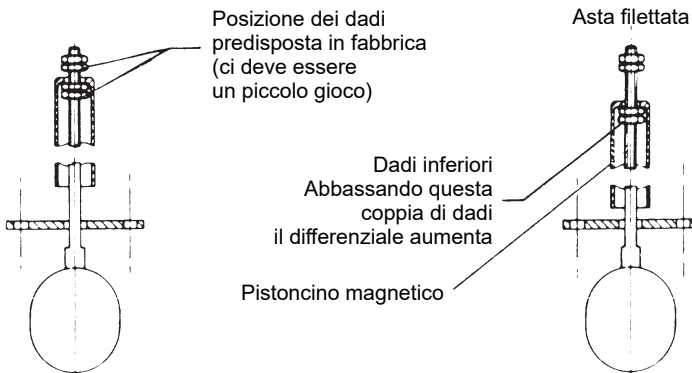

Fig. 5
- 2 - Smontare il pozzetto amagnetico, e con esso l'intera custodia, agendo sull'esagono (41 mm) sottostante la base. In questo modo si accede direttamente al pistoncino magnetico ed ai relativi dadi di fermo (vedi Fig. 5)